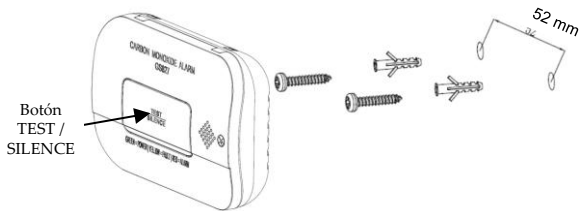

Figura 2. Montaje
3. Pruebe la unidad pulsando el botón TEST/SILENCE (*véase la figura 2*). Asegúrese de que el sonido de la unidad es del tipo de alarma.
Para probar la alarma, mantenga pulsado el botón TEST/SILENCE (*véase la figura 2*). Deberá escuchar el patrón de sonido de la alarma con el correspondiente parpadeo del indicador de alarma (LED rojo) y se enviará un mensaje de alerta al receptor del sistema. Los patrones de sonido de la alarma se detendrán cuando se suelte el botón TEST/SILENCE.
1. Pulse el botón TEST/SILENCE (*véase la figura 2*).